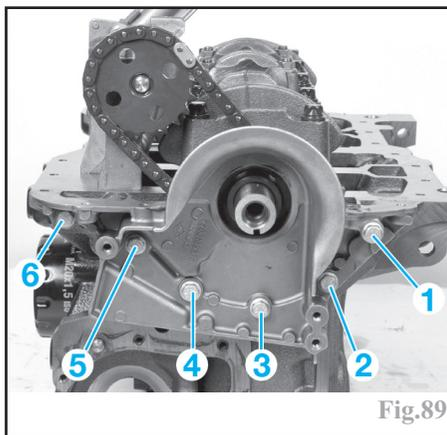

Fig.89
-serrer les vis de fixation du porte-bague d'étanchéité en respectant l'ordre de serrage prescrit (Fig.89).